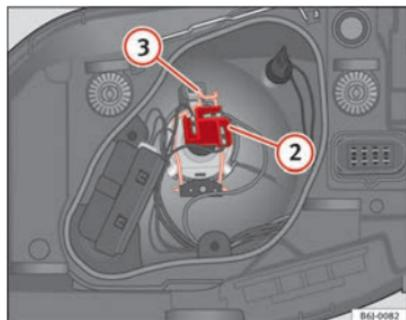

Fig. 148 Anabbagliante e abbagliante faro singolo
- Estrarre il connettore ⇒ fig. 148 (2) della lampada.
- Sganciare la molla di ritegno ⇒ fig. 148 (3) premendo verso l'interno e a destra.